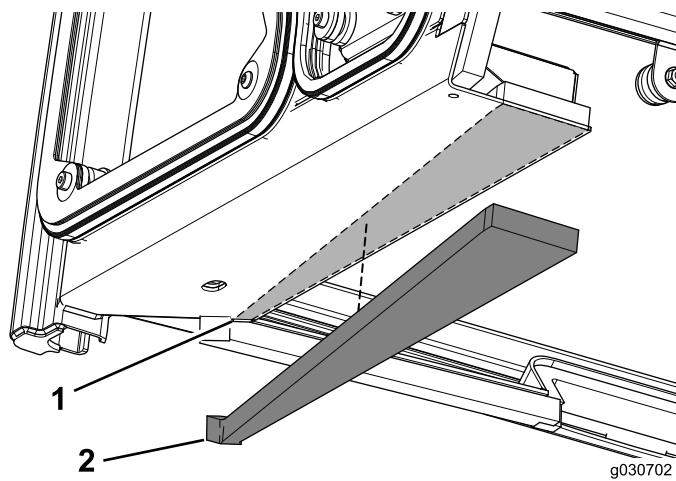

図 12
1. キャブユニットの左前側エッジからおよそ 3mm 離して、左用シールを取り付ける図 12。